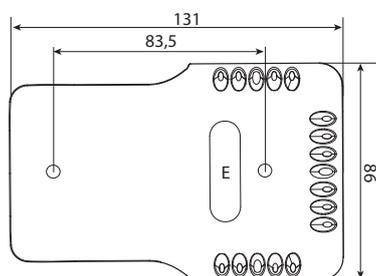

Fig. 5
- eseguire i fori a muro (Ø 5 mm); inserire quindi i tasselli e le viti a corredo, avendo cura che i fili elettrici escano dal foro E (fig. 5);
- drill the holes in the wall (dia. 5 mm); then insert the plugs and screws supplied, making sure that the electrical wires pass through hole E (Fig. 5);